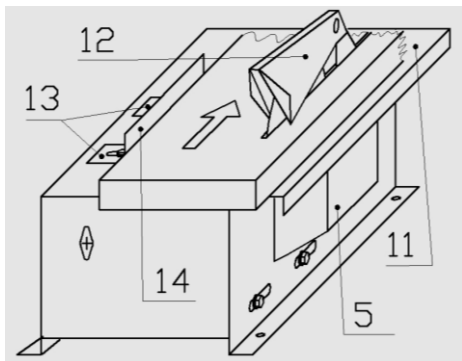
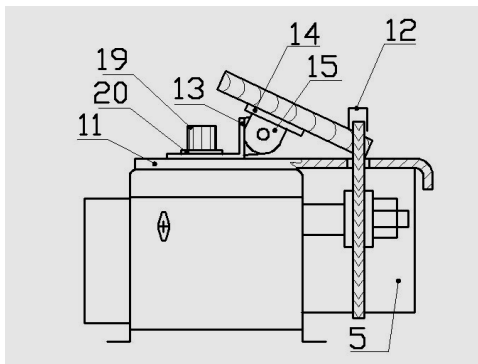

Рис. 5
Рис. 6
- Установить на пильный стол (11) разделительный нож с защитным козырьком (12);
- Установить пильный стол (11) на станок сверху прорезью на пильный диск (28) и закрепить его. При необходимости отрегулировать положение разделительного ножа с козырьком (12) точно сзади в плоскости пильного диска перемещением по столу, или меняя шайбы пилы (29 и Ø24) местами (шайбы разной толщины – 3 мм и 4 мм); (Если нужно, можно отрегулировать точную глубину пиления подкладками под пильный стол.)
- **Рис.5 и Рис.6** Установить направляющую линейку (14) с регулировочными уголками (13) и на нужный размер пиления, подложив под зажимные барашки (19) шайбы (20). При необходимости установить угловую линейку (15);